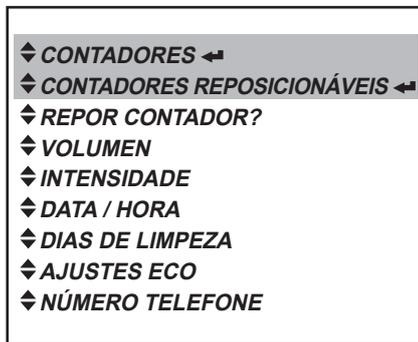

Fig. 33
- Ative o modo de funcionamento do menu «CONTADORES» ou o menu «CONTADORES REPOSICIONÁVEIS» e pressione a tecla Enter ◀ para acessar. (Fig. 33) O display exibe a soma total de todas as bebidas tiradas: